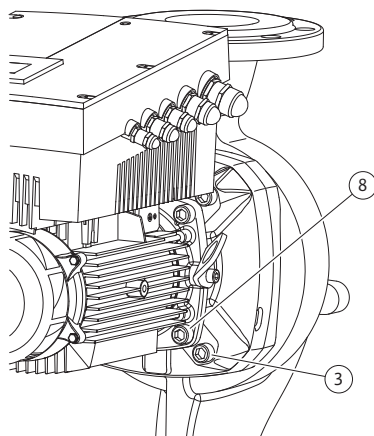

Fig. 50: Optionale Befestigung des Einstecksatzes
11. Die Schrauben (Fig. 7, Pos. 3) lösen und entfernen. Je nach Pumpentypen sind die äußeren Schrauben (Fig. 50, Pos. 3) zu nehmen. Der Einstecksatz (siehe Fig. 13) bleibt nach dem Entfernen der Schrauben sicher im Pumpengehäuse, es besteht auch bei horizontaler Lage der Motorwelle keine Kippgefahr.
16. Je nach Pumpentyp die Schrauben (Fig. 7, Pos. 10) oder alternativ die Schrauben (Fig. 50, Pos. 8) lösen.
22. Die Laterne vorsichtig über die Welle schieben und in der alten bzw. in einer anderen gewünschten, winkligen Lage zum Motorflansch positionieren. Dabei zulässige Einbaulagen der Komponenten beachten (siehe Kapitel 7.1 „Zulässige Einbaulagen und Änderung der Komponentenanzugsmomente vor der Installation“ auf Seite 19). Laterne mit den Schrauben (Fig. 7, Pos. 10) **oder** – bei den Pumpentypen/Laternentypen nach (Fig. 50) – mit den Schrauben (Fig. 50, Pos. 8) am Motorflansch befestigen.